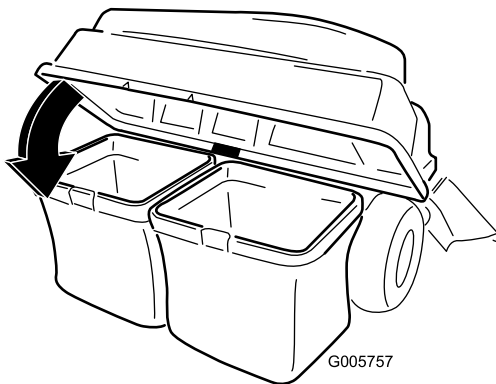

Bild 10
3. Senken Sie die Abdeckung des Heckfangsystems auf den Grasfangkorb ab (Bild 10).